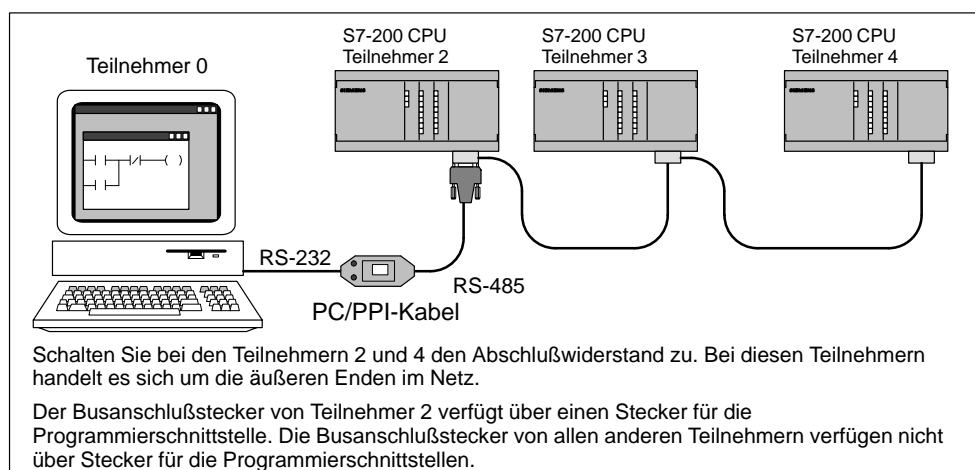

Bild 9-6 Kommunizieren mit einer CPU im Netz über PC/PPI-Kabel
STEP 7-Micro/WIN kann über das PC/PPI-Kabel mit einer oder mehreren S7-200 CPUs kommunizieren (siehe Bild 9-6). Wenn Sie mit STEP 7-Micro/WIN arbeiten, müssen Sie darauf achten, daß die für das PC/PPI-Kabel ausgewählte Baudrate der für das Netz richtigen Baudrate entspricht. STEP 7-Micro/WIN unterstützt nur 9600 Baud und 19.200 Baud.